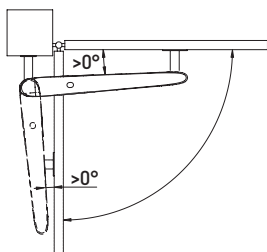

Рисунок 6. Условие расположения привода относительно створки
- при открытых и закрытых воротах привод должен располагаться пол углом к створке (рис. 6).